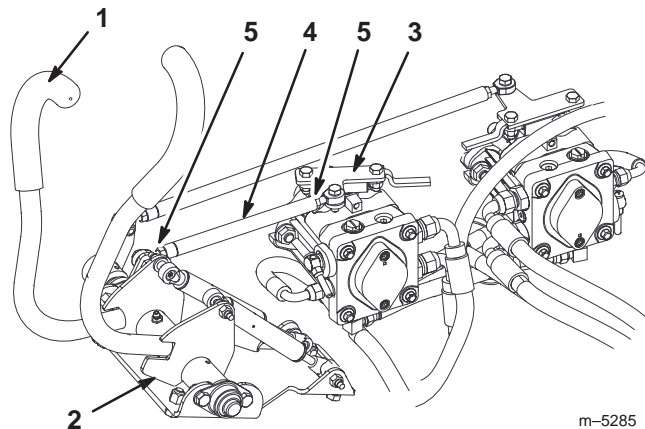

Figure 83
1. Desserrez les contre-écrous sur la tige de commande de la pompe (Fig. 83).
2. Poussez le levier de commande de déplacement contre la butée avant et maintenez-le dans cette position (Fig. 83).
3. Tournez la tige de commande de la pompe jusqu'à ce que la plaque de commande soit complètement à l'avant (Fig. 83). Le levier de commande se soulève alors de la butée avant.
4. Donnez un tour complet en arrière à la tige de commande et serrez les contre-écrous (Fig. 83).